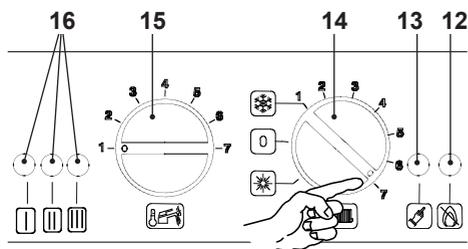

рисунок 5.30
- Сигнальные лампочки 16 (рисунок 5.30) будут иметь вид, как на рисунке 5.31 (условные обозначения лампочек, рисунке 5.19).
Для показа заданной настройки держите в нажатом положении кнопку сброса 13 (рисунок 5.30), примерно, 5 секунд. Сигнальные лампочки 16 (рисунок 5.30) будут мигать столько раз, сколько было установлено (рисунок 5.32).
- Для изменения настройки поверните ручку регулировки температуры санитарного оборудования 15 (рисунок 5.30) и поставьте её на выбранную частоту включения (рисунок 5.32) (на рисунке примера ручка была настроена на частоту включения каждые 2 дня), сигнальная лампочка блокировки 12 (рисунок 5.30) начнёт быстро мигать.
- Для внесения в память настройки держите в нажатом состоянии кнопку сброса 13 (рисунок 5.30), примерно, 5 секунд, все сигнальные лампочки 16 (рисунок 5.30) начнут одновременно мигать, как показано на рисунке 5.33 (условные обозначения лампочек, рисунок 5.19).